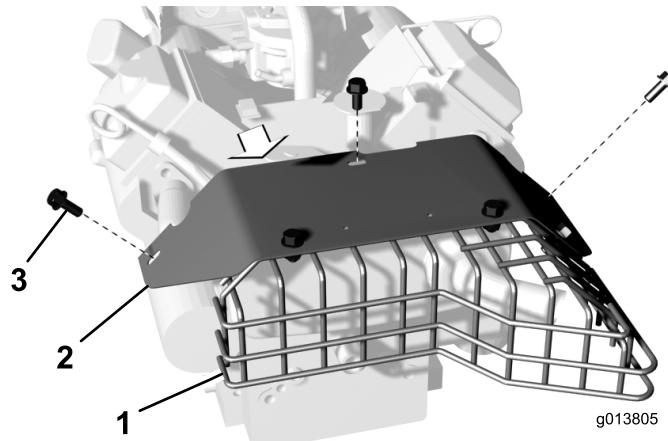

図4
7. マフラ・シールドをエンジンに固定しているフランジ・ヘッドねじ(3本)を外す(図4)。マフラ・シールドと排気シールドを外す。フランジ・ヘッドねじをエンジンに再取り付けする。